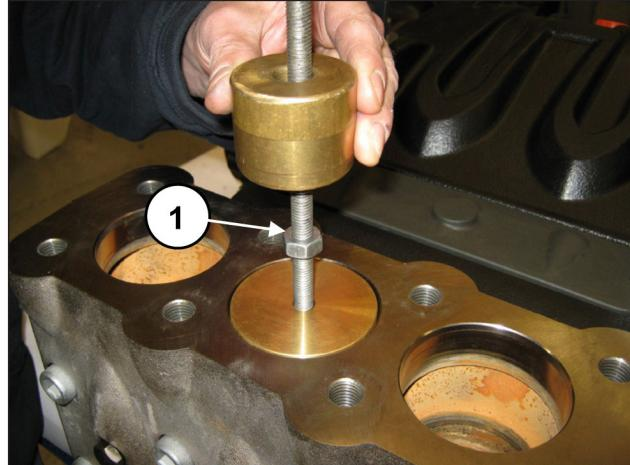

Fig. 98
Estrarre il tappo valvola mediante l'utilizzo di un estrattore a massa battente da applicare al foro M10 del tappo valvola (pos. ①, Fig. 98).